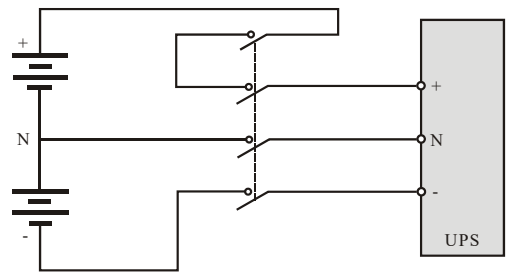

图 6-2 电池、电池开关和 UPS 的接线图（电池端三线连接）
2. 当外置电池配置成中间抽头形式配线时（即从电池端引出 3 根线），推荐使用一个 4P 塑壳直流断路器，断路器直流额定电压要满足单极 250Vdc、两极 500Vdc、三极 750Vdc，额定极限短路分断容量为 35kA。电池、电池开关和 UPS 之间的连接图可参照图 6-2。